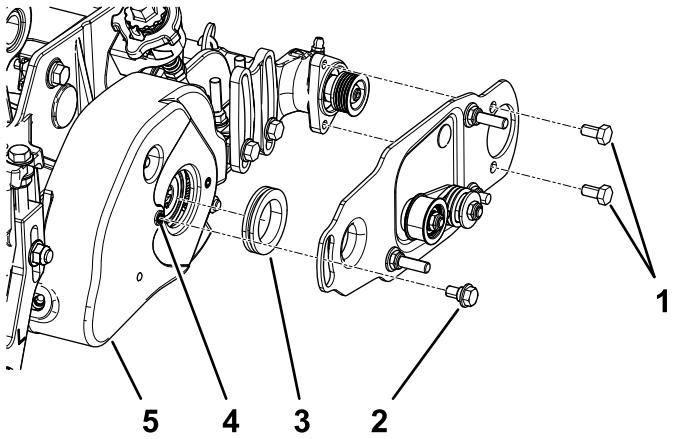

Bild 8
2. Montieren Sie die linke oder rechte Schwenkplatte der Rollenbürste (Bild 8).
Hinweis: Stellen Sie sicher, dass die Spannscheibe unten befestigt ist, wie in Bild 8 abgebildet.
3. Schmieren Sie die zwei Schrauben (5/16" x 1/2") mit 242-Locite (blau) ein und montieren Sie die Bürstenplatte am Lagergehäuse der Rollenbürste mit diesen Schrauben (**Bild 8**).
4. Entfernen Sie Lack mit einem 5/16-18-Bohrer vom Gewinde im Rollenbürstengehäuse, bevor Sie die Ansatzschraube einschrauben (**Bild 8**).
5. Schmieren Sie die Ansatzschraube mit 242-Locite (blau) ein (**Bild 8**). Befestigen Sie die Bürstenplatte mit der Ansatzschraube am Rollenbürstengehäuse (**Bild 8**).